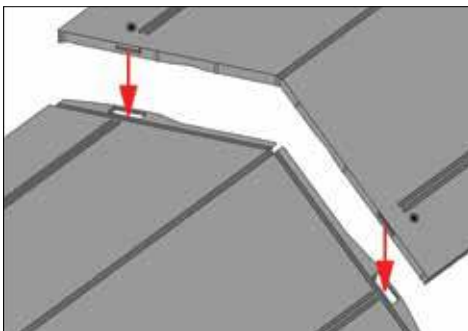

Рис. 9 Соединение двух аэраторов между собой.
3.3.4 Соединять аэраторы между собой необходимо при помощи специальных защёлки, расположенных на одном торце, которые вставляются до щелчка в пазы, расположенные на противоположном торце (Рис. 9).